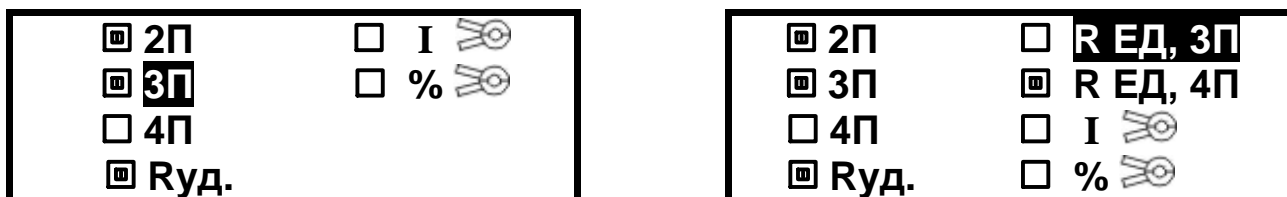

Рисунок 2.3.1 - Опция «НАБОР РЕЖИМОВ» для IC-10 и IC-10/1 соответственно
- в опции «НАБОР РЕЖИМОВ» – установка доступных режимов измерений для оперативного выбора при работе (см. рисунок 2.3.1). Режимы, которые могут быть